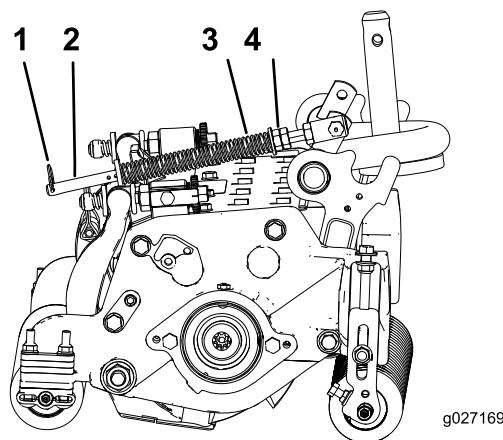

Bild 19
1. Stellen Sie sicher, dass der Splint in das hintere Loch in der Federstange eingesetzt ist (Bild 19).
2. Ziehen Sie die Sechskantmuttern vorne an der Federstange an, bis die komprimierte Länge der Feder 15,9 cm beträgt (Bild 19).